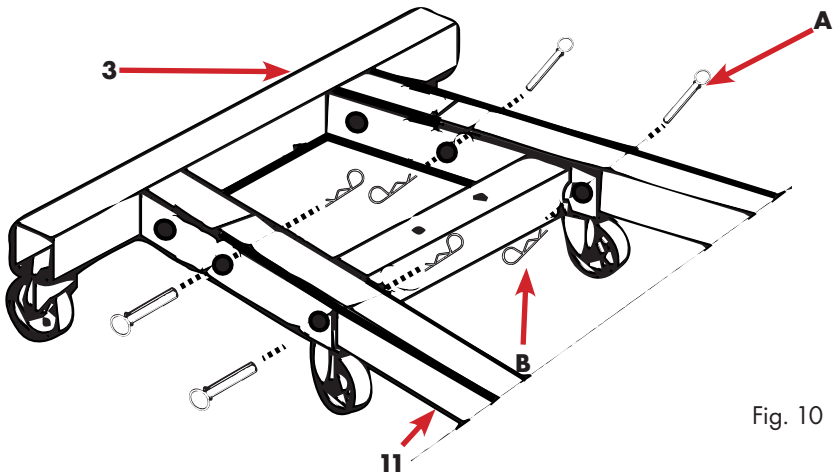

Fig. 10
- Fije los pasadores de aletas desde el interior con los pasadores de aletas, fig.10.